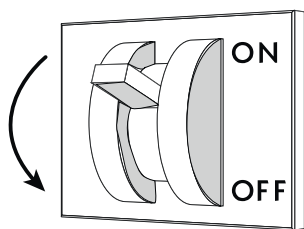

Fig. 31
- Couper la tension électrique au meuble réfrigéré en intervenant sur l'interrupteur-sectionneur général mural ("Fig. 31").